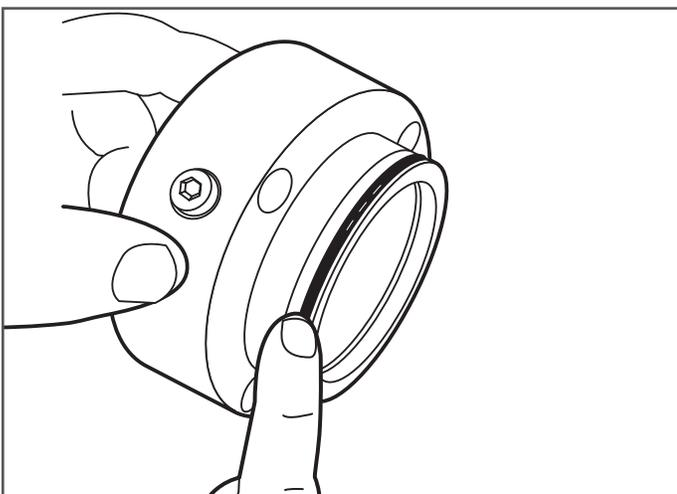

Figura 7-13
14. Asegúrese de que la junta tórica externa no esté dañada ni rota. (Figura 7-13)